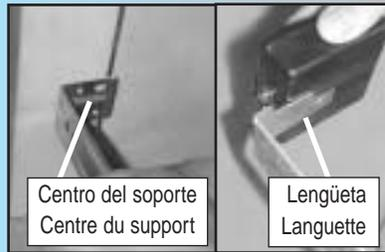

Fig. 3-2
- Centre el soporte en su marca **Fig. 3-2**.
- Sujete cada uno con 2 tornillos (40) **Fig. 3-2**.
- Centrer le support sur le repère **Fig. 3-2**.
- Les fixer à l'aide de 2 vis (40) **Fig. 3-2**.